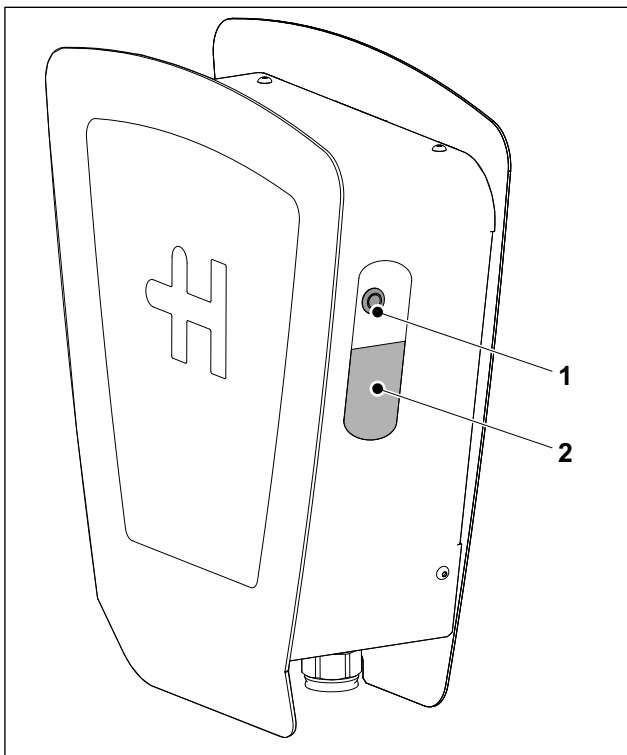

Fig. 8 Heidelberg Wallbox Home Eco
1. Collegare l'alimentazione elettrica alla Wallbox. Dopo aver collegato la Wallbox alla rete elettrica, il LED (fig. 8/1) è acceso in verde.
Quando il veicolo richiede la ricarica, la Wallbox abilita il processo di ricarica e il LED (fig. 8/1) lampeggia in verde.